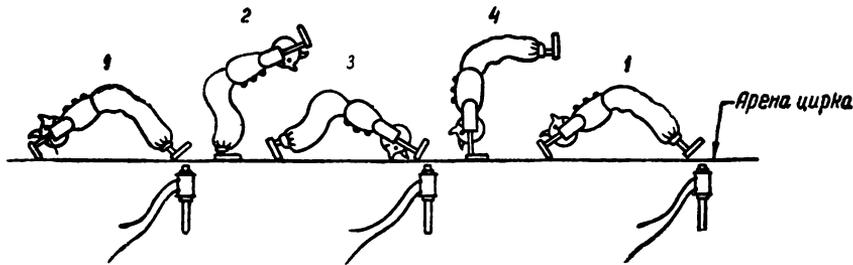

Рис. 153. Работа акробата.
Поместите акробата на арену цирка и поднесите электромагнит к кистям ног (рис. 153); включите ток — и акробат приподнимется, а его верхняя часть туловища по инерции перекинется через шарнир и займет наклонное положение (2). Выключите ток — фигурка под действием тяжести упадет на руки (3).